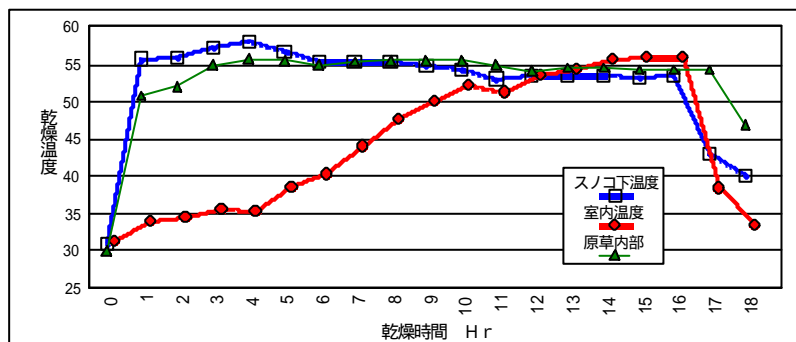

図5 62 58 設定の乾燥温度の推移 (A農家の例)
- 5) 55で推移した900束規模の乾燥時間は、16時間を要し、慣行の乾燥時間より1~2時間長くなる。(図5)